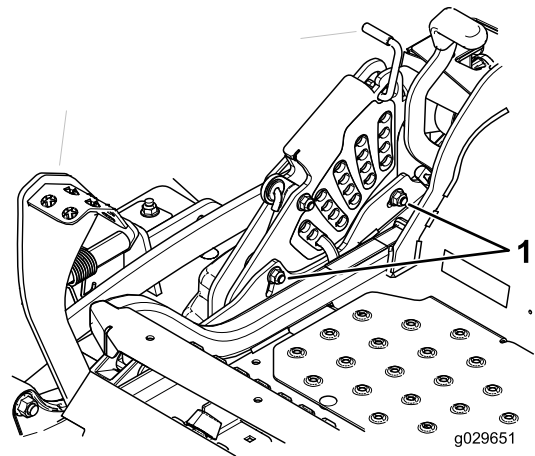

Figure 94
12. Pour régler le système monopoint, desserrez les 2 boulons au bas de la plaque de hauteur de coupe. Voir Figure 94.
14. Serrez les 2 boulons au bas de la plaque de hauteur de coupe (Figure 94) à un couple de 37 à 45 N·m.